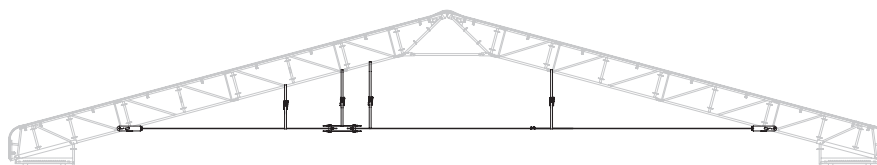

Fig. A7.01a
- Il gruppo trave deve essere posizionato a terra per installare il sistema di tensionamento non deve essere sospeso sulla gru. (Fig. A7.01a)